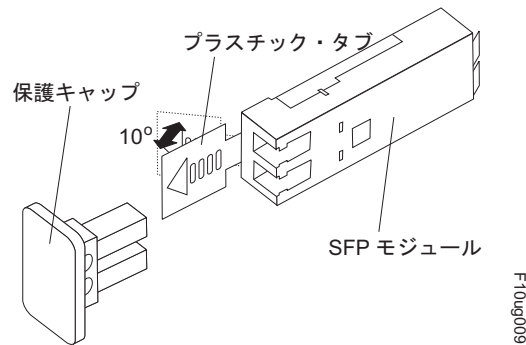

図 121. SFP モジュール・ラッチのアンロック - プラスチック・タブの場合
- プラスチック・タブが入っている SFP モジュールの場合は、図 121 に示すように、プラスチック・タブを外側に 10° 引いて SFP モジュールのラッチをアンロックします。